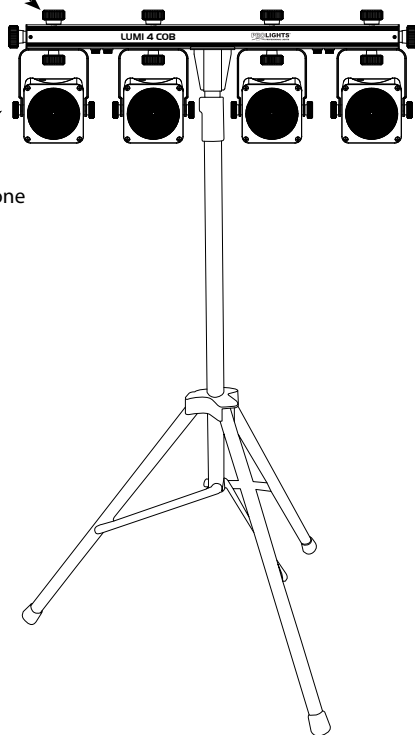

Fig.2
- a pavimento utilizzando il supporto a stand (fig.2);